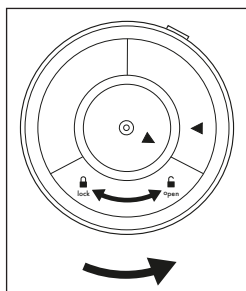

Fig. 1
2. Coloque la unidad principal 7 boca abajo para acceder al cierre del compartimento para pilas 13. Gire el cierre del compartimento para pilas 13 en sentido antihorario hacia la indicación **open** hasta que pueda retirar el cierre del compartimento para pilas 13 (consulte la fig. 1).